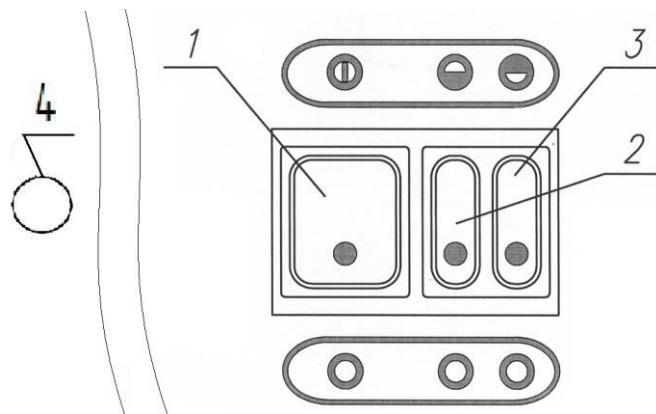
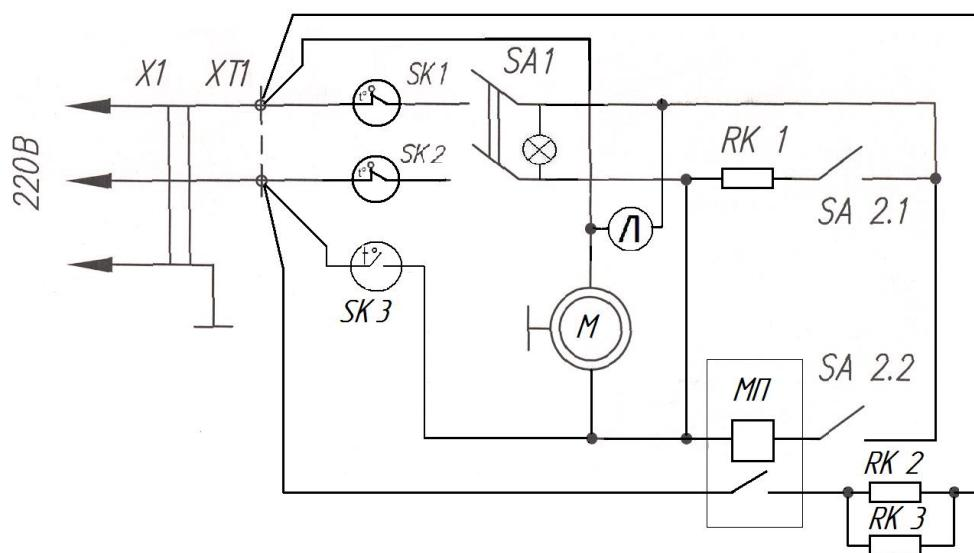

Рис. 1 Клавиши управления
Рис.2 Схема электрическая принципиальная
Тепловая завеса состоит из корпуса, на котором установлены два вентилятора и два нагревательных элемента. Сверху завеса закрыта обтекаемым кожухом. Забор воздуха осуществляется через отверстия в кожухе, выход через жалюзи в корпусе. Справа от жалюзи на корпусе находятся клавиши управления тепловой завесой. Схема электрическая принципиальная приведена на рис.2. Положение клавиши управления на рис.1.
- 7.1.1 Для включения режима воздушной завесы необходимо включить клавишу сетевого выключателя (поз.1, рис.1) в положении ① при этом включается вентилятор и загорается подсветка клавиши, создается режим «воздушный занавес».
мощностью 2,0 кВт. Для работы в режиме 3 установить клавиши 2 и 3 (рис.1) в положение “” и “” при этом горит подсветка всех клавиш и завеса работает с полной мощностью 3,0 кВт.